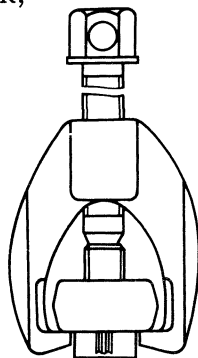

Рис. 168. Снятие рулевой сошки с помощью съемника 7823-6092
- снять съемником 7323-6092 (рис. 168) рулевую сошку. Для удобства установки съемника рулевое колесо следует повернуть до отказа вправо или влево;